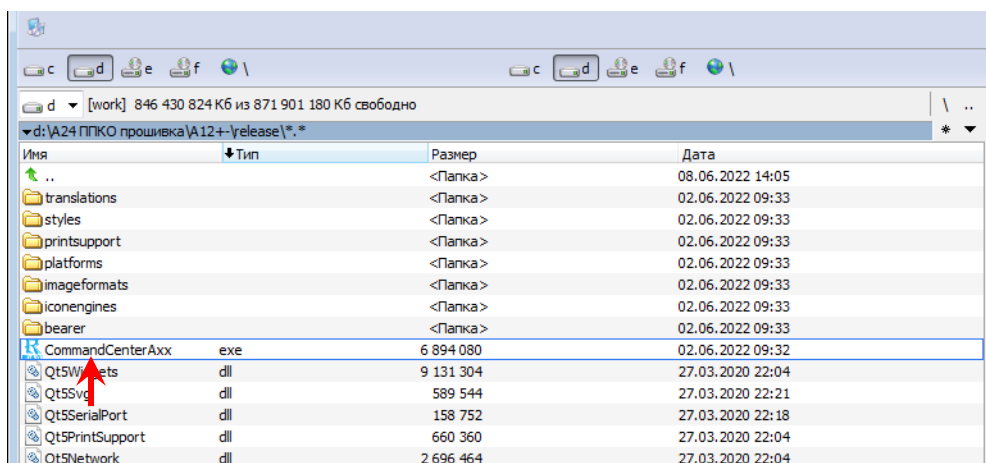

Рис. 14. Запуск ПО
6) Дважды кликнув на исполняемый файл «CommandCenterAxх.exe», запустить ПО (см. рисунок 14).